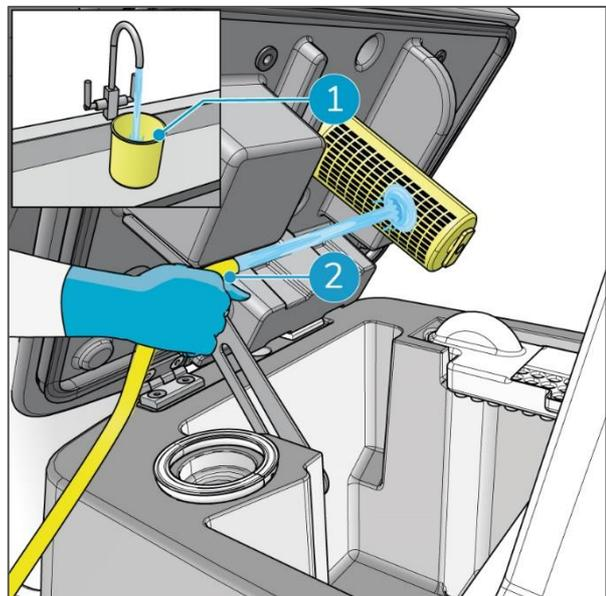

Figure 49
2. Nettoyez le gobelet jaune à l'eau du robinet, au-dessus d'un évier (Figure 49, pos. 1).
3. Nettoyez le séparateur à l'aide d'un tuyau d'arrosage (Figure 49, pos. 2).